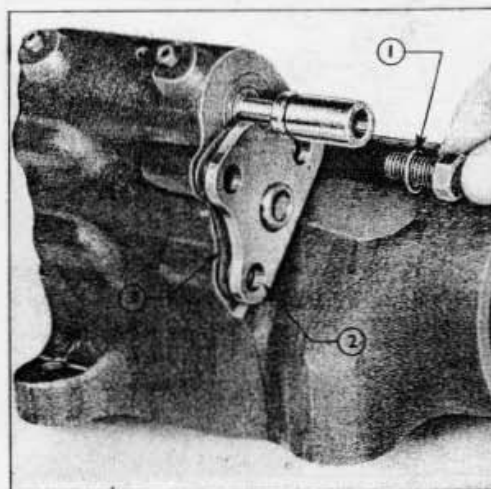

Fig. 20
6. Extraire les 3 vis fixant le couvercle arrière sur le cylindre de relevage, et déposer le couvercle et son joint. On remarquera qu'il existe une rondelle d'étanchéité en cuivre sous la tête de la vis située entre le clapet de commande et le cylindre de relevage (fig. 20). Cette vis s'adapte dans l'extrémité taraudée d'une canalisation longitudinale par laquelle l'huile s'échappe du cylindre de vérin. (Ce passage communique également avec un petit perçage vertical situé près du bouchon de désablage, au bas du cylindre).
NOTE - Ne pas oublier que la vis située entre le clapet de commande et le cylindre de vérin s'adapte sur l'extrémité d'une canalisation de retour longitudinale pratiquée dans le cylindre. Il y a donc lieu de monter sous la tête de cette vis une rondelle d'étanchéité en cuivre pour empêcher les fuites (fig. 20).